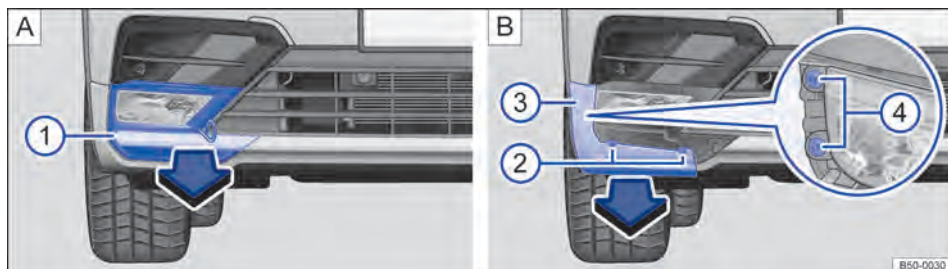

Fig. 215 En el lado derecho del paragolpes delantero R-Line: desmontaje del faro antiniebla.
3. Enganche el gancho de alambre en el orificio que hay en la cubierta debajo del faro antiniebla → fig. 215 [A]. Retire la cubierta tirando hacia
adelante, en el sentido de la flecha → fig. 215 ① [A].
4. Desenrosque los tornillos de fijación ② [B] del embellecedor ③ [B] con el destornillador.
5. Desprenda el embellecedor ③ [B] y retírelo en el sentido de la flecha.
6. Desenrosque los tornillos de fijación del faro antiniebla ④ [B] (imagen ampliada) con el destornillador.
12. Acople el conector al portalámparas. El conector debe encastrar de forma audible → ①.